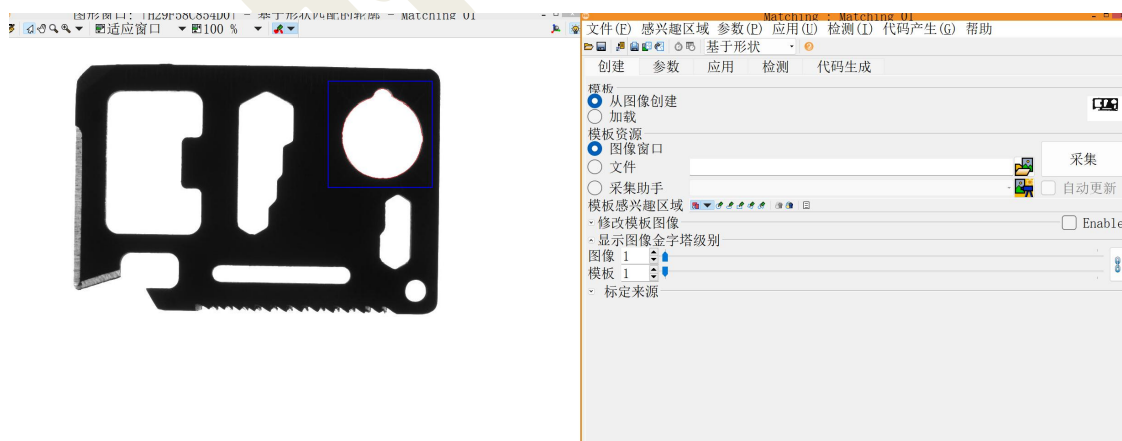

图 2-11 在匹配助手选择 ROI
② 可以从图像中创建模板，也可以加载之前保存的模板。在“模板资源”中可以选择从“文件”选择图像所在路径，也可以选择“采集助手”连接相机，并拍摄图像。然后从“模板感兴趣区域”中选择合适的工具，如圆形、椭圆形、矩形、多边形等，通常选择矩形，在图像中画出选区。选好后，右击确认并退出选择模式。如图 2-11。